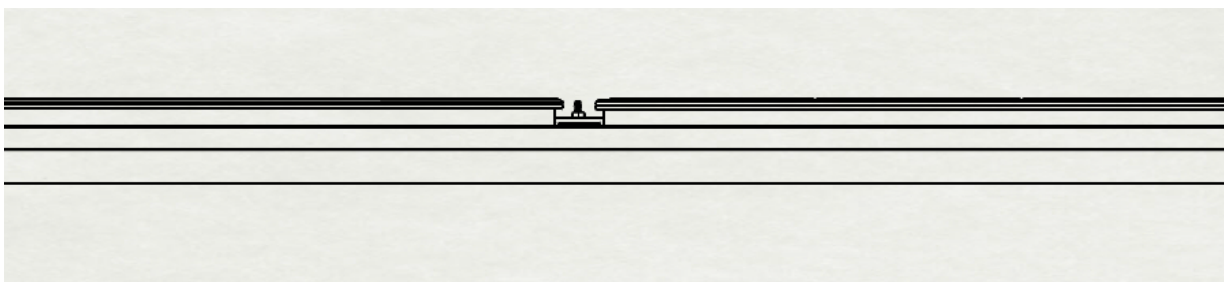

图 10
- 取り付け中、2 つの製品間の距離を $32 \pm 2 \text{mm}$ に管理してください。(図 10)